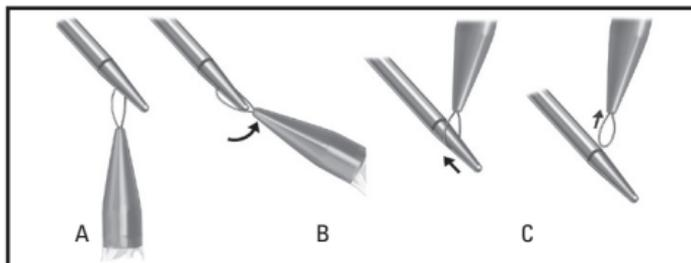

Figure 5. Retrait de la boucle d'association
- Retirer la boucle d'association de l'aiguille (Figure 5).